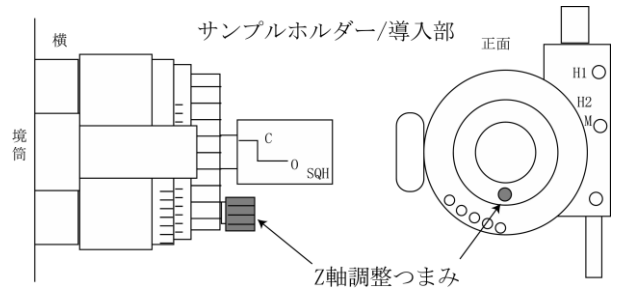

図 4 試料導入部構造模式図
- (e) 図 4 に示す “Z 軸調整つまみ” を回して像のぶれを止めるように調節する.